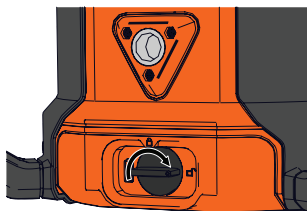

Figure 4
1. Enfoncer et tourner le bouton de verrouillage de piles dans le sens horaire vers la position de déverrouillage . (Figure 4)